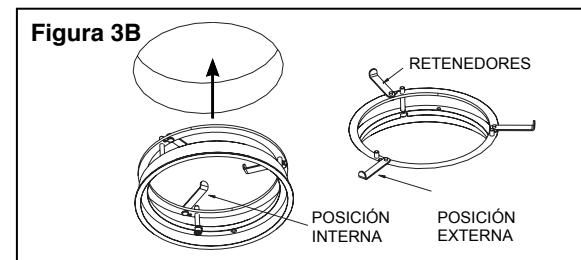

Figura 3B
4. Con los retenedores en la posición hacia adentro, empuje el ensamblaje de montaje de remodelación en el agujero del techo hasta que el adaptador de montaje a ras llegue al tope en el techo (vea la Figura 3B). Gire los retenedores hacia la posición externa de modo que se apoyen en la parte posterior del techo (vea la Figura 3B). Apriete los tornillos de ajuste hasta que estén ajustados. **Nota: no sobre apriete.**